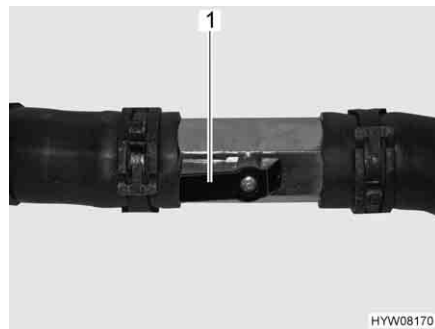

Fig. 186 Rubinetto aperto
- Posizionare la leva (Fig. 186,1) parallelamente alla tubazione (Fig. 186). Più il rubinetto viene aperto, maggiore è la prestazione del riscaldamento.